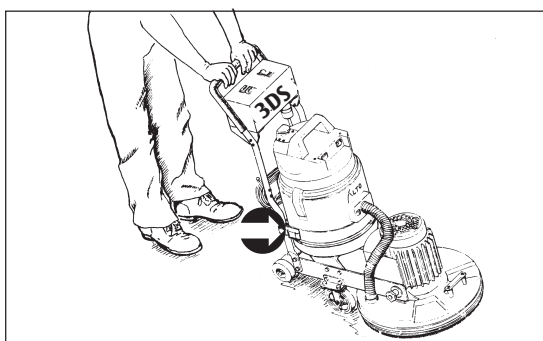

Figure 9
7. Placez l'aspiration à sec sur les courroies de support de l'aspirateur avec la partie inférieure centrale dans l'orifice de 2" de diamètre. REMARQUE : le port du tuyau d'aspiration doit être en face du moteur du dispositif de ponçage. Fixez la courroie de l'aspirateur autour de sa base. (Voir Figure 9)